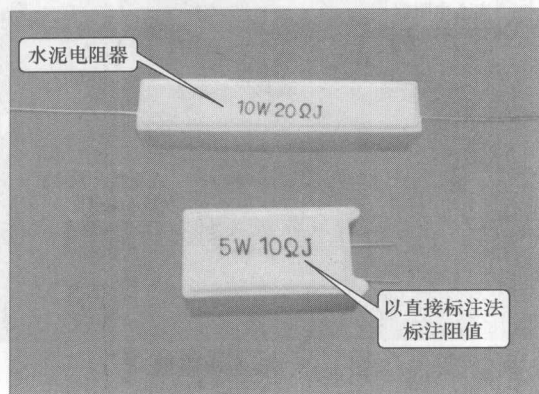

图 1-15 水泥电阻器
⑥ 水泥电阻器。图 1-15 所示为水泥电阻器的实物外形。水泥电阻器的电阻丝同焊脚引线之间采用压接方式连接，外部采用陶瓷或矿质材料包封，具有良好的绝缘性能。通常，水泥电阻器主要应用在大功率电路中，当负载短路时，水泥电阻器的电阻丝与焊脚间的压接处会迅速熔断，对整个电路起限流保护作用。这种电阻器的阻值通常采用直接标注法标注。